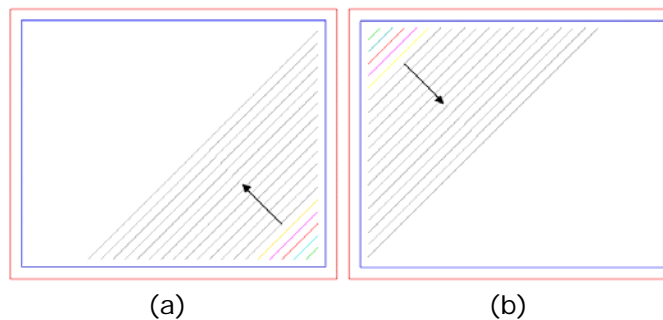

Figura 9 – Alternando o sentido da varredura – (a) Camada Atual e (b) Camada Seguinte
- **Alternar Sentido** - com esta opção é possível inverter o sentido de varredura conforme apresentado esquematicamente na Figura 9. A opção padrão é iniciar sempre no mesmo canto da geometria (canto inferior direito da camada 2D). Se a opção for selecionada, o ponto de início do *raster* será alternado entre uma camada e outra, passando do canto inferior direito para o canto superior esquerdo.
- volta: ativa (1) ou não (0) a mudança de sentido de início do *raster* no SLS WinMark (Figura 9).